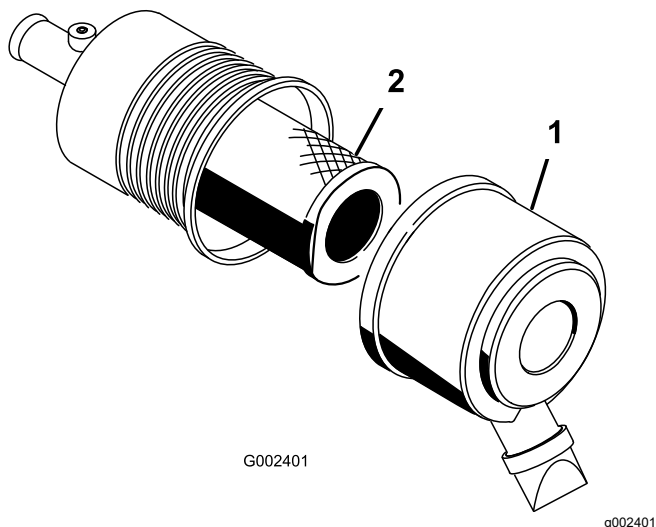

Figura 28
1. Abra los cierres del limpiador de aire y tire de la tapa de la entrada de aire para separarla del cuerpo del limpiador de aire (Figura 28).
3. Extraiga con cuidado el filtro del cuerpo del limpiador de aire (Figura 28).
5. Introduzca el filtro con cuidado sobre el tubo de la carcasa (Figura 28).
6. Instale la tapa del limpiador de aire con el lado hacia arriba, y fije los cierres (Figura 28).